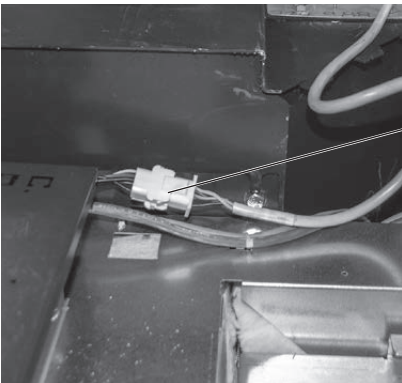

Fig. 46 Inserire la spina di rete della turbina di aspirazione
- Inserire la spina di rete della turbina di aspirazione – Fig. 46.